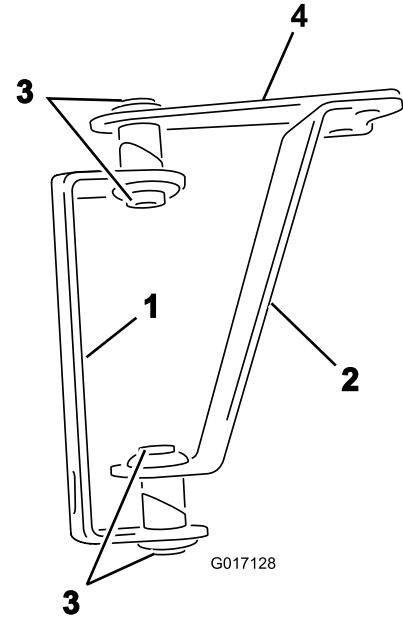
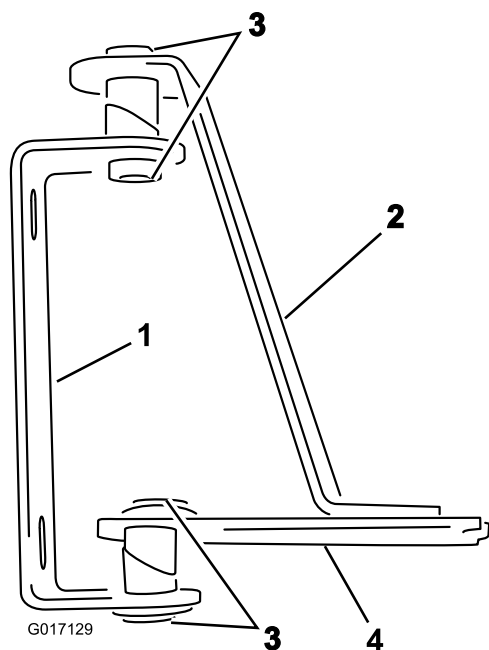

Figure 1
Figure 2
1. Disposez les charnières et les brides comme illustré à la Figure 1 (pour une rampe découverte) ou Figure 2 (pour une rampe couverte).
2. Insérez les bagues dans les ouvertures des tubes soudés dans les charnières et les brides, comme illustré à la Figure 1 ou Figure 2.